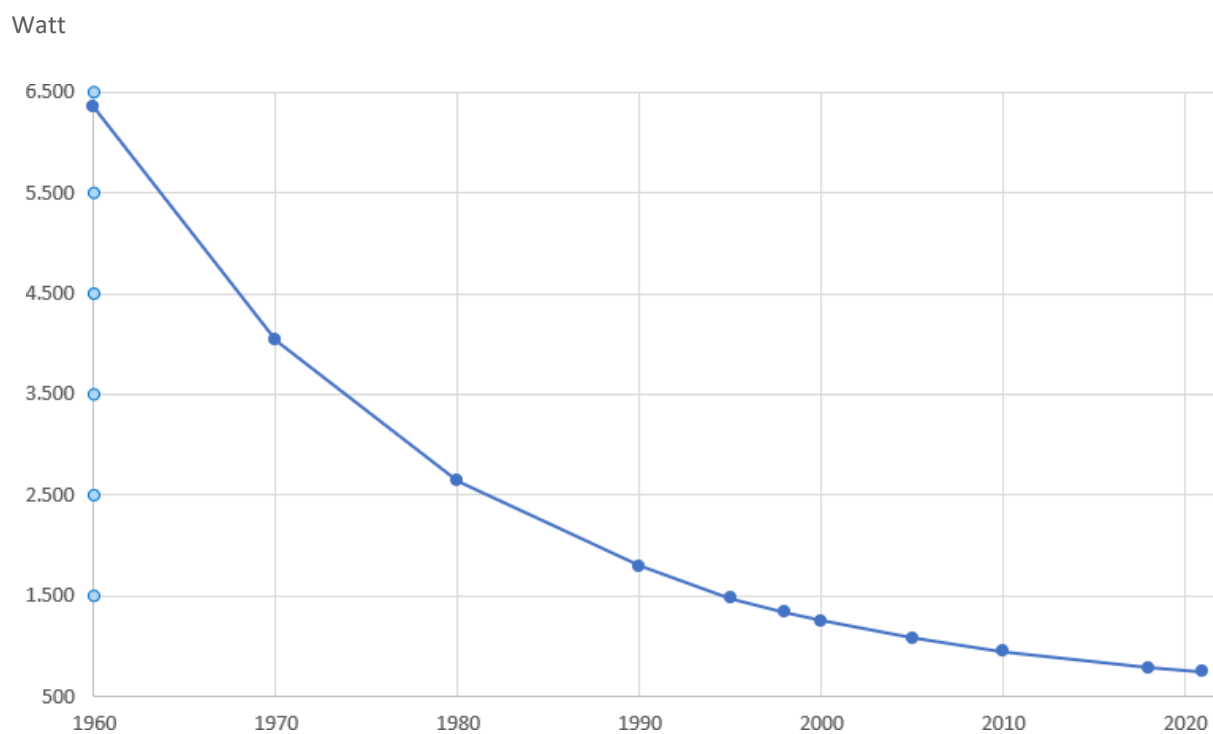

fig. 2. luchtdichtheid- en ventilatieverliezen van nieuwbouw woningen vanaf 1960 tot 2020
- B. luchtdichtheid van het gebouw of anders gezegd, hoe lek is een gebouw (zie fig 2. op blz. 6.)